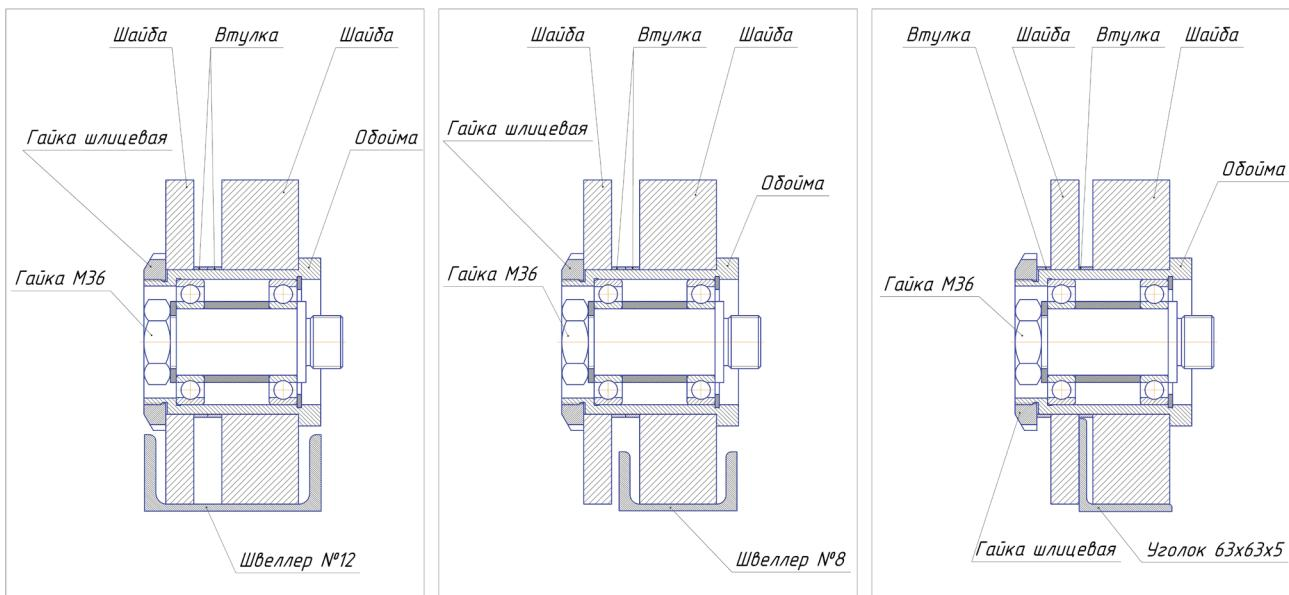

Рис. 3 Варианты использования сменных шайб нажимного валка.
5.3.2 Установить валки для профилей (входят в комплект изделия). Варианты сборки валков показаны на рис. 2 и рис. 3.